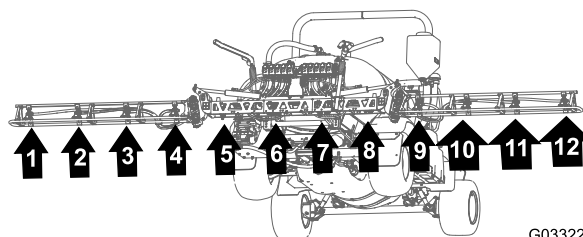

Figura 106
1. Passe os tubos para os bicos do pulverizador 1, 2, 3 e 4 através do grampo em R na extremidade do lado exterior esquerdo da secção da rampa central (Figura 106 e Figura 107).
extremidade do lado exterior direito da secção da rampa central (Figura 106 e Figura 107).
3. Passe os tubos de alimentação com 279 cm e as hastes do tubo estriado (3/4 pol.) pela secção da rampa para os bicos do pulverizador 1 e 10, como se mostra na Figura 106 e Figura 107.
4. Passe os tubos de alimentação com 234 cm e as hastes do tubo estriado (3/4 pol.) pela secção da rampa para os bicos do pulverizador 2 e 9, como se mostra na Figura 106 e Figura 107.
5. Passe os tubos de alimentação com 188 cm e as hastes do tubo estriado (3/4 pol.) pela secção da rampa para os bicos do pulverizador 3 e 8, como se mostra na Figura 106 e Figura 107.
6. Passe os tubos de alimentação com 188 cm e as hastes do tubo estriado (3/4 pol.) pela secção da rampa para os bicos do pulverizador 4 e 7, como se mostra na Figura 106 e Figura 107.